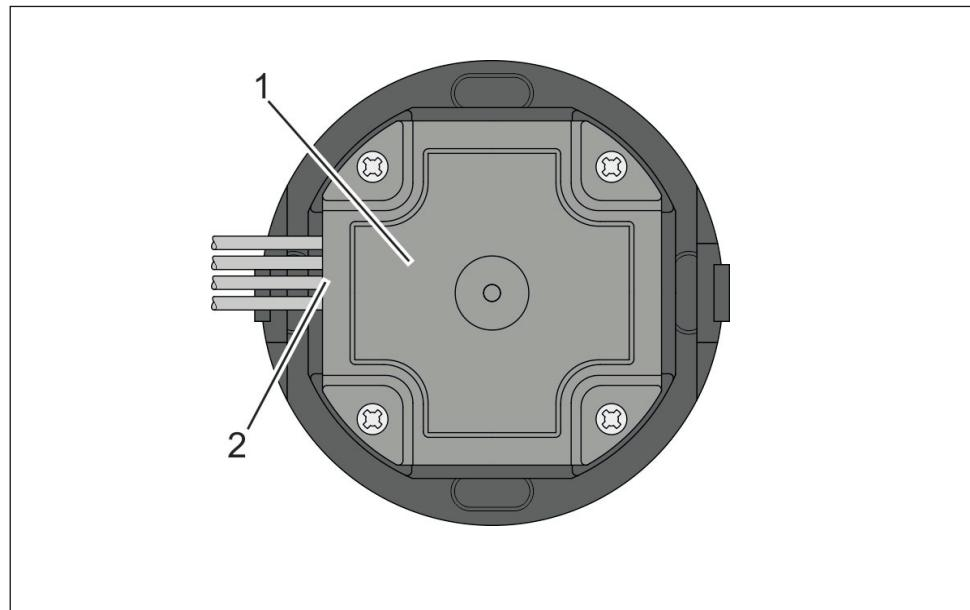

图. 11: WT210背面（已接线）
4. 将电线从控制器侧面引出（图11/2），用螺钉将WT210控制器背面的盖板（图11/1）固定。